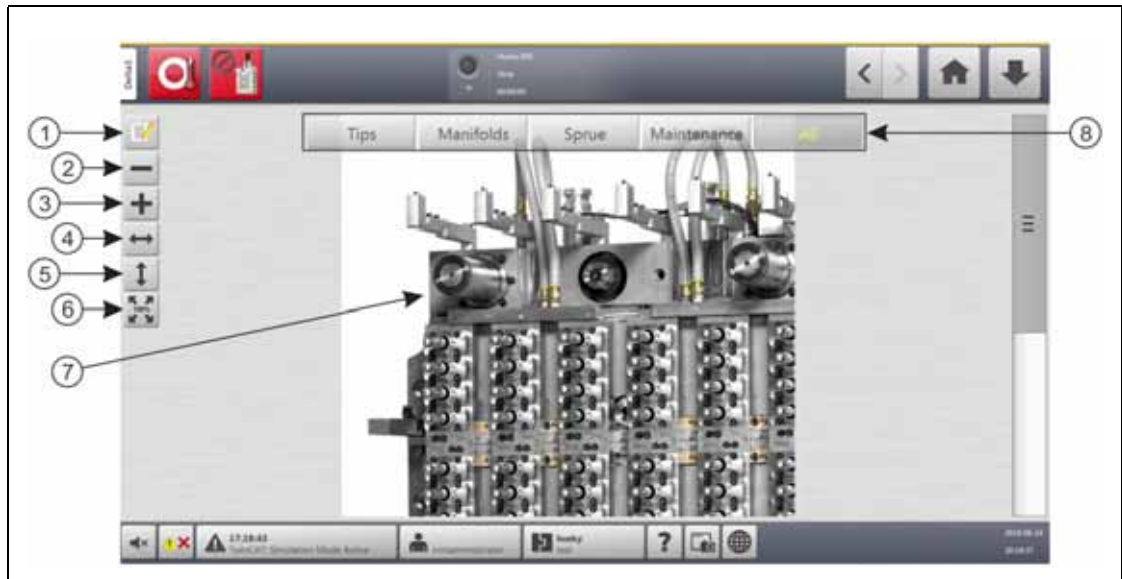
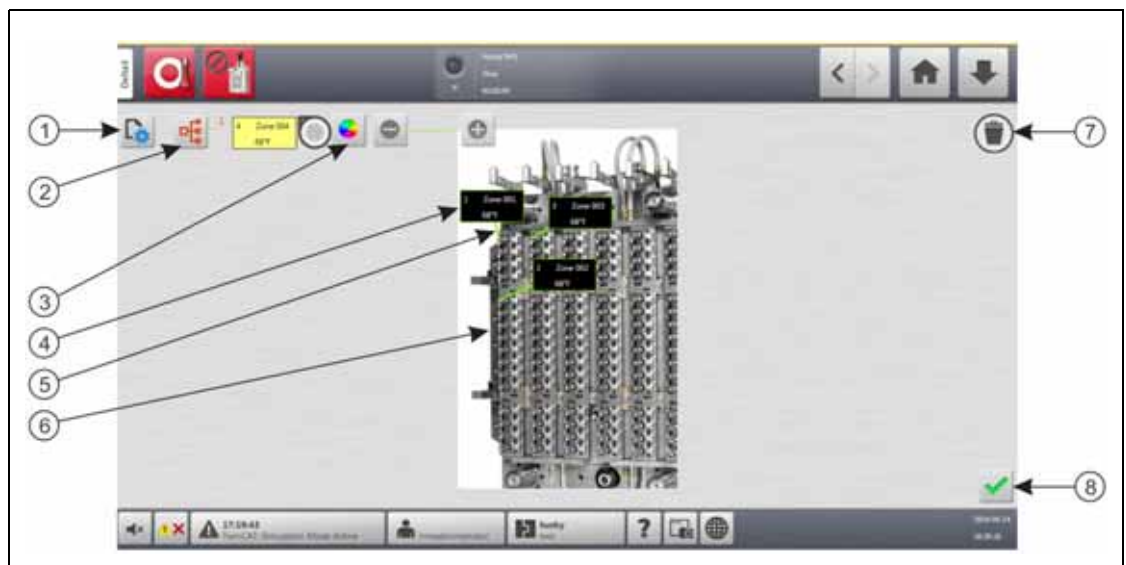

Abbildung 11-3 Bildschirm Mold Picture View (Werkzeug-Bild Ansicht)
Abbildung 11-4 Bildschirm Mold Picture View (Werkzeug-Bild Ansicht) im Modus Edit (Bearbeiten)
Die Elemente in der Menüleiste Mold Picture View (Werkzeug-Bild Ansicht) werden in Abbildung 11-3 identifiziert und in Tabelle 11-1 beschrieben.
Berühren Sie zum Konfigurieren der Mold Picture View (Werkzeug-Bild Ansicht) die Schaltfläche **Edit** (Bearbeiten) (siehe Abbildung 11-3), um den Modus Edit (Bearbeiten) aufzurufen. Abbildung 11-4 zeigt den Bildschirm Edit (Bearbeiten) und identifiziert die Elemente, die zur Konfiguration der Mold Picture View (Werkzeug-Bild Ansicht) verwendet werden.
Siehe Abbildung 11-4.
3. Berühren Sie die Schaltfläche **Change View Settings** (Ansichtseinstellungen ändern). Siehe Abbildung 11-4.
2. Berühren Sie die zu löschende Zoneninformationsanzeige und ziehen Sie diese auf die Schaltfläche **Delete** (Löschen) (siehe Abbildung 11-4) oder aus der Mold Picture View (Werkzeug-Bild Ansicht)-Grafik.